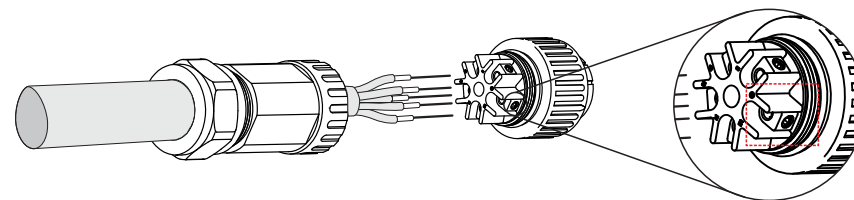

Figura 5.22 Cabo conectado
A) Remover a isolamento do cabo em 70 mm, de modo que o conector com núcleo de cobre descoberto alcance 9 mm. Passe o cabo pela porca e pela luva do elemento de encaixe, insira os terminais correspondentes e aperte com a chave allen (consulte a figura 5.22).
Aperte o cabo com uma chave allen de 3,0 mm (destaque na caixa pontilhada, consulte a figura 5.22). O parafuso allen pode cair facilmente, não o desaperte completamente.